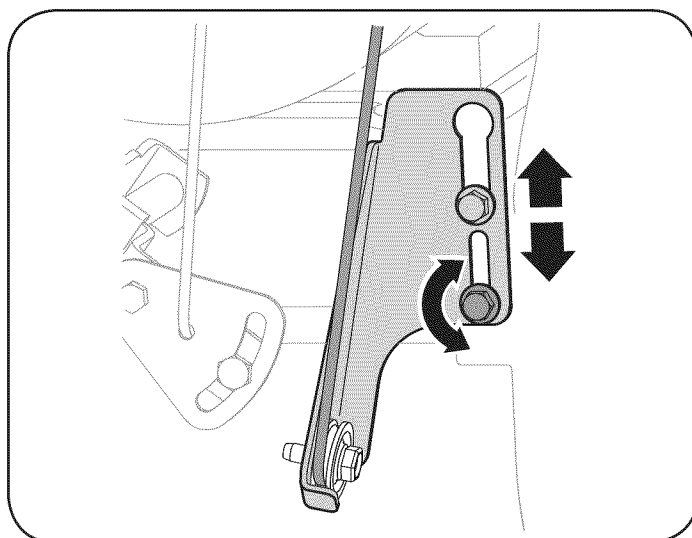

Figura 27
- b. Afloje la tuerca hexagonal inferior del soporte del cable de la transmisión. Vea la Figura 27.